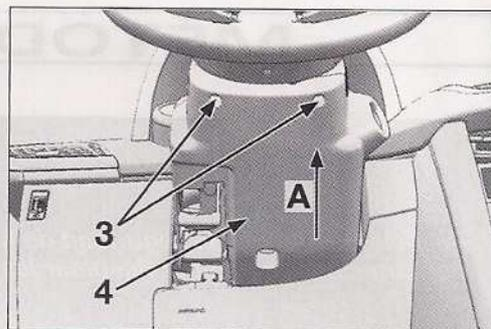

FIG. 11
- Desmontar los tornillos (3) y la guarnición inferior (4) en (A) (Fig.11).